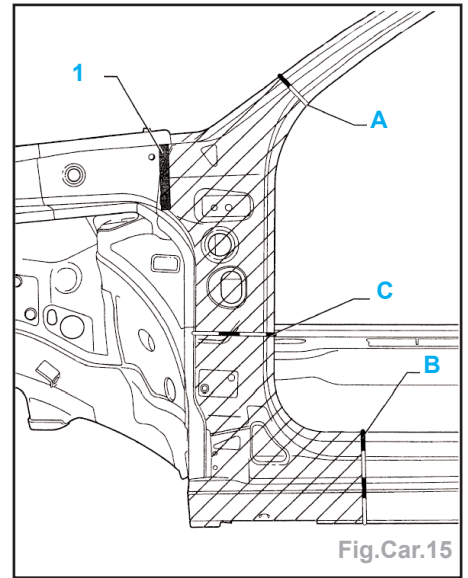

Fig.Car.15
- Zone remplie de mousse (1) (Fig.Car.15).
- tracer la ligne de coupe (a) en fonction de la zone endommagée (Fig.Car.15),